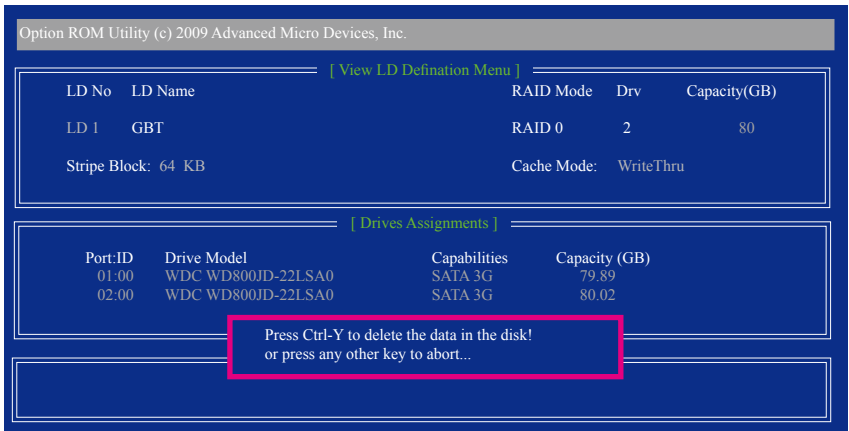

图10
- 2. 的后您将进入如图10的「View LD Defination Menu」窗口。在此窗口里您可以看到包含在此磁盘阵列的磁盘成员。若您确定要删除该磁盘，请按<Ctrl>+<Y>键或按任意键取消。